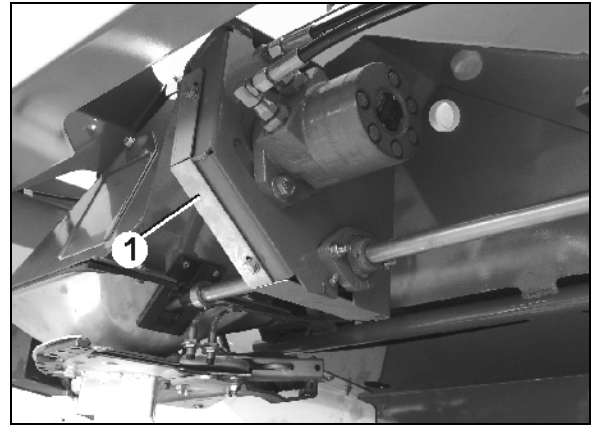

Рис. 82
1. Снимите защитную крышку (Рис. 82/1) приводной цепи.